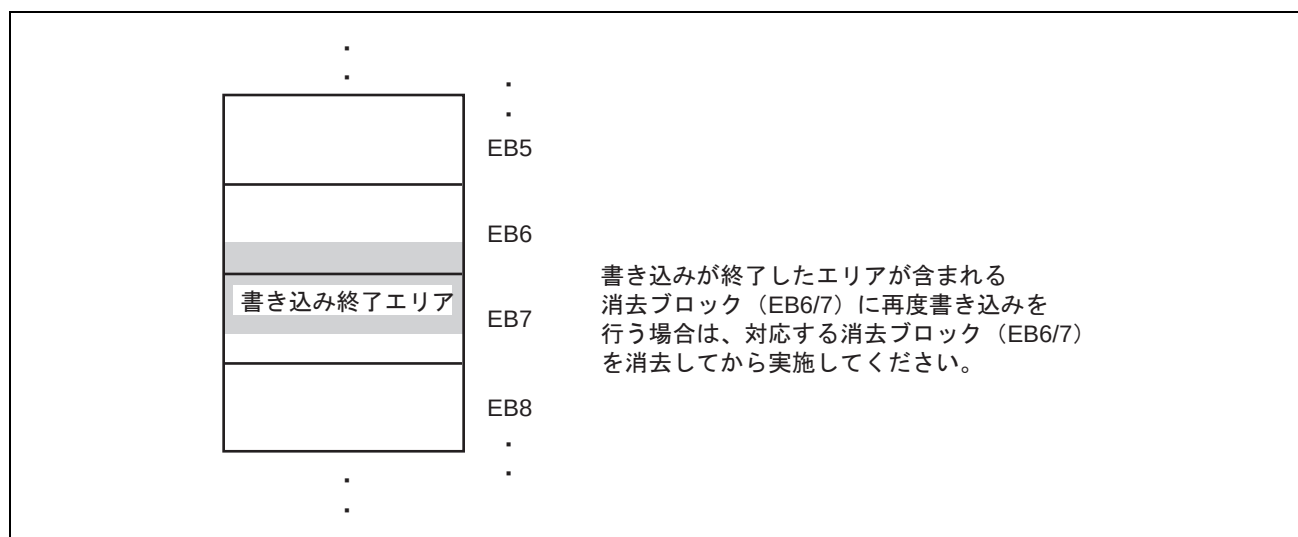

図 22.9 書き込みが終了したエリアが含まれる消去ブロック例
4. 「書き込み準備通知」を受信すると、書き込みデータ待ち状態に遷移します。書き込みコマンド送信後、書き込み先の先頭アドレス、書き込みデータを送信してください。書き込み終了後、書き込み先の先頭アドレスをH'FFFFFFFに設定して送信してください。これにより書き込みデータ待ち状態から、書き込み／消去コマンド待ち状態に戻ります。いったん、書き込み終了コマンドを発行した、書き込み終了エリアが含まれる消去ブロック内に、再度書き込みを行う場合、対応する消去ブロックを消去してから実施してください。図22.9に書き込みが終了したエリアが含まれる消去ブロックの例を示します。「消去準備通知」を受信すると、消去ブロックデータ待ち状態に遷移します。消去コマンド送信後、消去ブロック番号を送信してください。消去終了後、消去ブロック番号をH'FFに設定して送信してください。これにより消去ブロックデータ待ち状態から、書き込み／消去コマンド待ち状態に戻ります。なお、消去の実行は、ブートモードでいったん書き込んだ後に、リセットスタートせずに特定のブロックのみを書き換えるときに使用してください。1回の操作で書き込みができる場合は、書き込み／消去コマンド、それ以外のコマンド待ち状態の遷移前に全ブロックの消去が行われているので本消去操作は必要ありません。書き込み／消去コマンド以外に、ユーザマット／ユーザブートマットのサムチェック、ブランクチェック（消去チェック）、メモリリード、および現在のステータス情報取得のコマンドがあります。